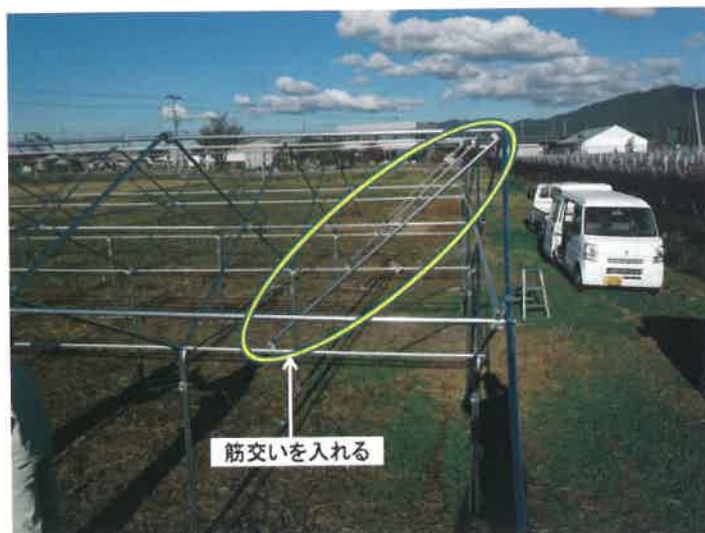

図 34 筋交いによる妻面の補強
- 妻面の補強対策として、直管パイプで筋交いを入れます (図 34)。